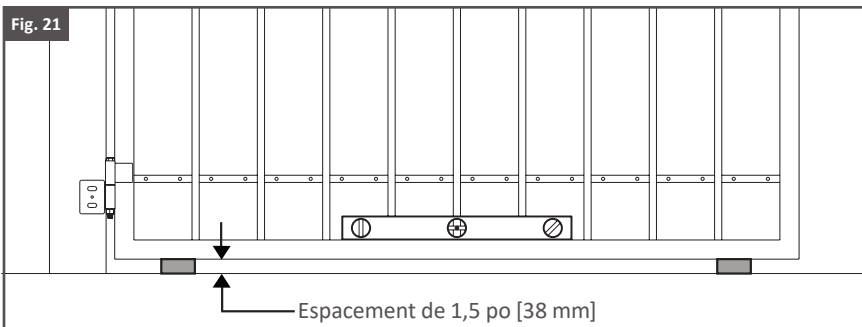

Fig. 22
3. Une fois les charnières Estate fixées au poteau, marquez l'emplacement des trous de boulons désirés des deux côtés du poteau, soit à l'intérieur des trous de charnières Estate, comme illustré à la fig. 22. **Assurez-vous que l'emplacement de chaque trou de boulon est marqué sur le bord du trou de charnière le plus près du panneau de porte. Cela permettra de régler le panneau de porte lors de son installation à l'étape 3.**